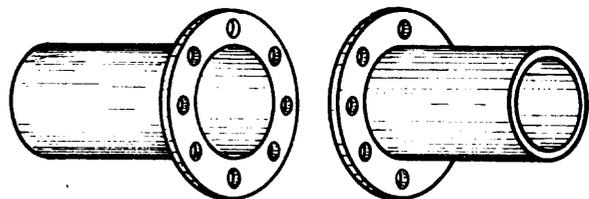

Fig. 2
2. Con bridas, empaaduras y pernos (fig. 2).